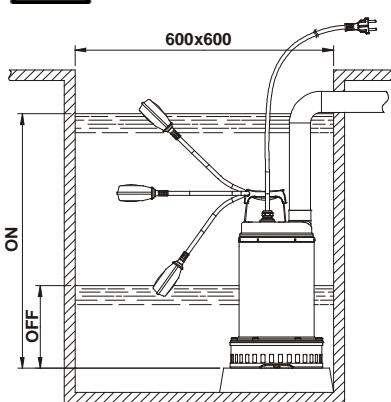

Рис.1
- 4.1 В случае, если на дне колодца, в котором должен работать насос, имеется много ила, необходимо предусмотреть стойку для установки насоса во избежание засорения решетки всасывания (**Рис.1**).
2. Для моделей, оснащенных поплавковым выключателем, необходимо проверить, чтобы он не был заблокирован (смотреть параграф РЕГУЛЯЦИЯ ПОПЛАВКОВОГО ВЫКЛЮЧАТЕЛЯ). Предусмотреть **минимальные размеры** колодцев, как указано на **Рис.1**. Необходимо всегда расчитывать размеры колодца также соответственно имеющемуся объему воды и расходу насоса таким образом, чтобы не подвергать двигатель чрезмерно частым запускам.